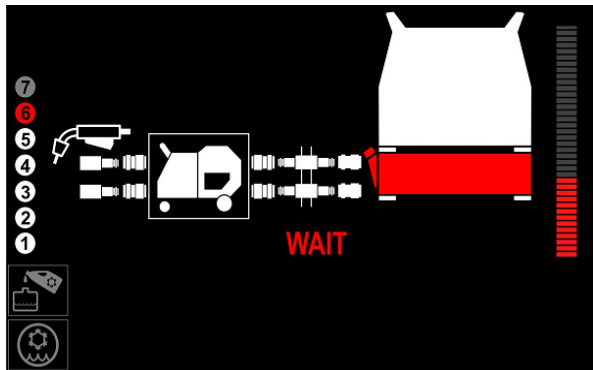

Figura 19
- Espere hasta que el refrigerante circule por todo el sistema de refrigeración (Figura 19 o 27).